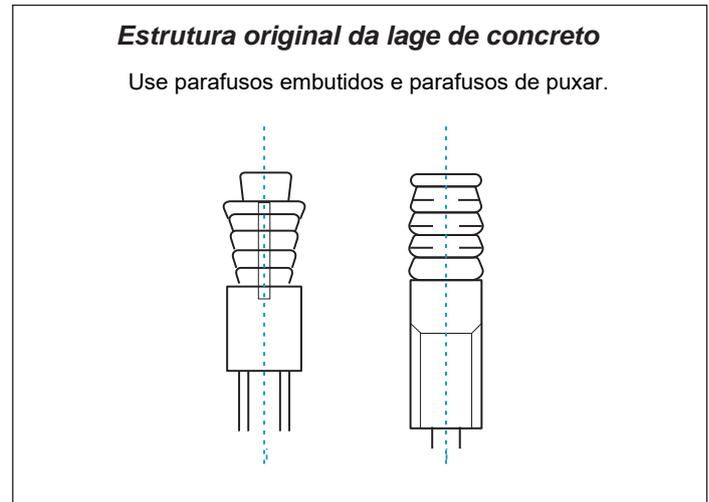

Figura 3.2
- Defina o local no teto do ambiente ou no telhado do prédio para montagem e faça quatro furos de $\varnothing 12$ mm X 50-55 mm. Depois encaixe e defina as âncoras do gancho de expansão (acessório adquirido) nesses furos. Consulte a Figura 3.2.